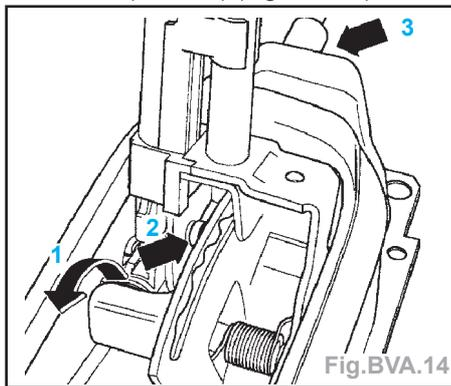

Fig. BVA.14
- Tourner le levier de blocage vers le bas (flèche 1) et lâcher le câble du levier sélecteur (flèche 2) (Fig. BVA.14).
- Introduire le câble du levier sélecteur dans le point d'attache de la platine du levier sélecteur et serrer l'écrou de fixation (flèche 3) (Fig. BVA.14).